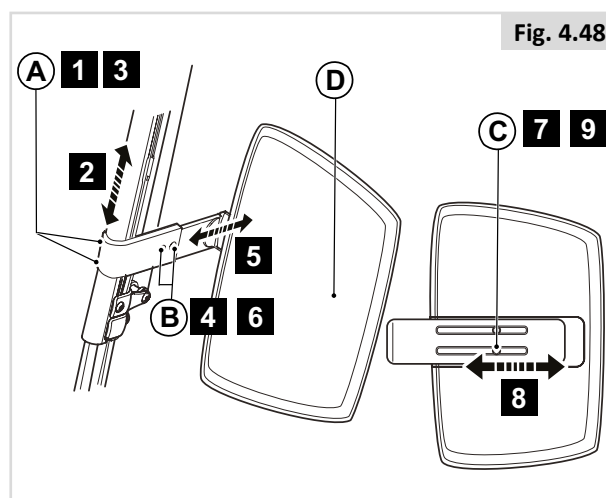

Fig. 4.48
**Altura de almohadilla pantorrillera (Fig. 4.48)**
1. Afloje (A) unas cuantas vueltas.
2. Ajuste (D) en la posición deseada.
3. Apriete (A).
**Profundidad de almohadilla pantorrillera (Fig. 4.48)**
4. Afloje (B) unas cuantas vueltas
5. Ajuste (D) en la posición deseada.
6. Apriete (B).
**Ancho de almohadilla pantorrillera (Fig. 4.48)**
7. Afloje (C) en la parte posterior de (D) unas cuantas vueltas.
8. Ajuste (D) en la posición deseada.
9. Apriete (C).